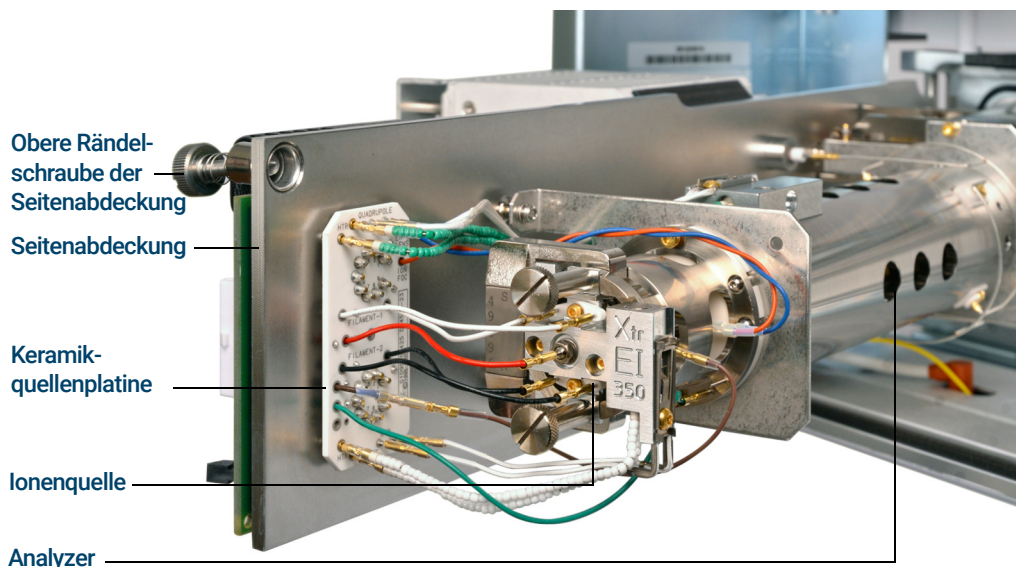

Abbildung 54. Analyzerkammer für einen MSD des Modells Inert+
- 3 Lösen Sie die Rändelschrauben der Analyzer-Seitenplatte, sofern diese angezogen sind. (Siehe **Abbildung 54** auf Seite 192.)